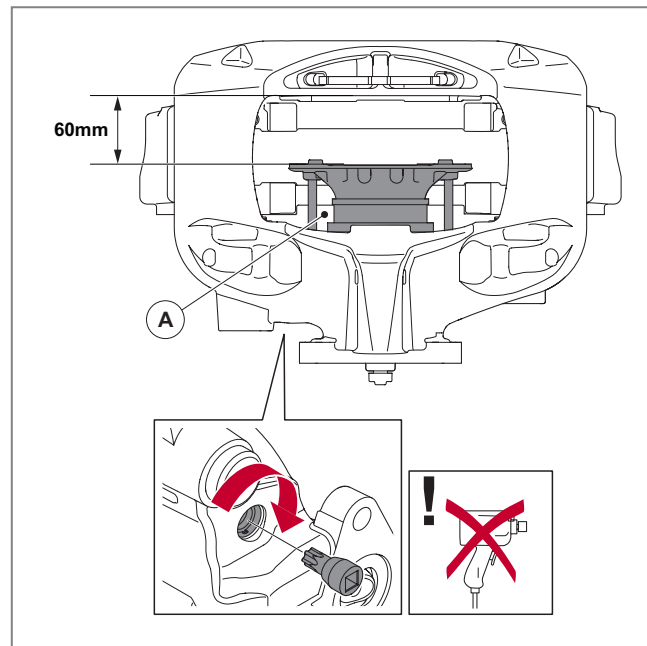

Abb. 29 - Max. Herausdrehen zur Untersuchung des Faltenbalgs der Druckplatte
2. Verwenden Sie den Torx 55 Steckschlüssel, um die Rückstellwelle manuell im Uhrzeigersinn zu drehen. Dadurch wird die Druckplatte (A) auf der Nachstellschraube herausgedreht, um den Faltenbalg untersuchen zu können. Beenden Sie den Vorgang, wenn der Abstand zwischen der Belaginnenfläche der Druckplatte und der Belagaußenfläche des Bremsattels 60 mm beträgt, *siehe* ► *Abb. 29*.